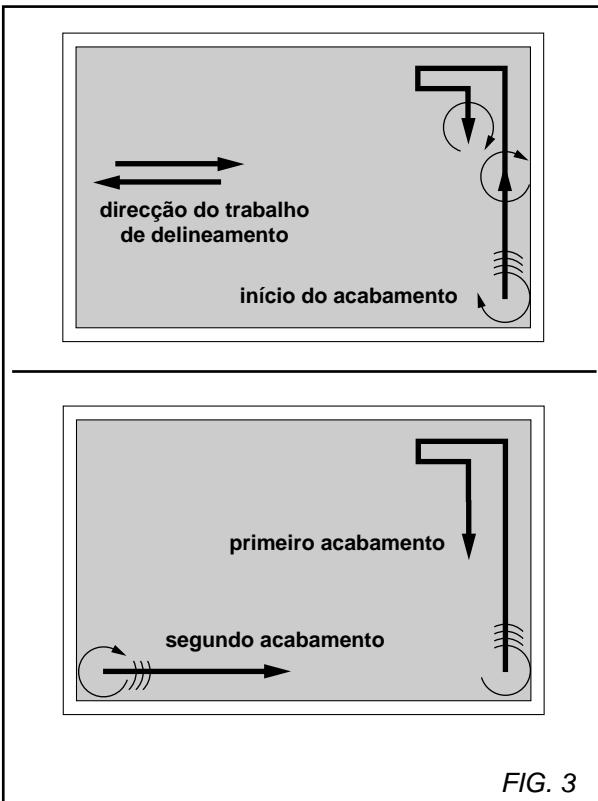

FIG. 3
- Cada passagem deverá passar por cima da anterior de meia passagem para minimizar os riscos de imperfeições na superfície. O trabalho de acabamento efectua-se após o trabalho de delineamento para obter uma superfície densa, dura e plana. [VER FIG.3].